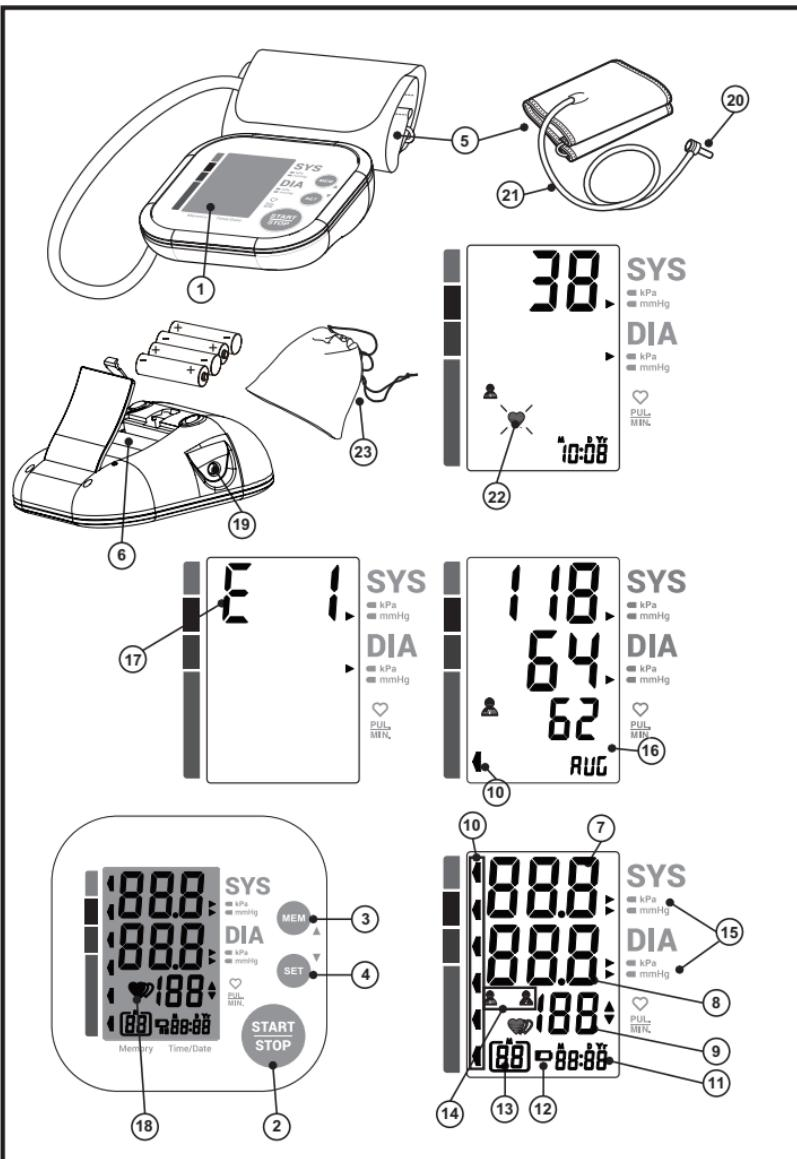

Fig. 1
- Conectar la pila/s en su alojamiento, respetando la polaridad indicada (Fig. 1).